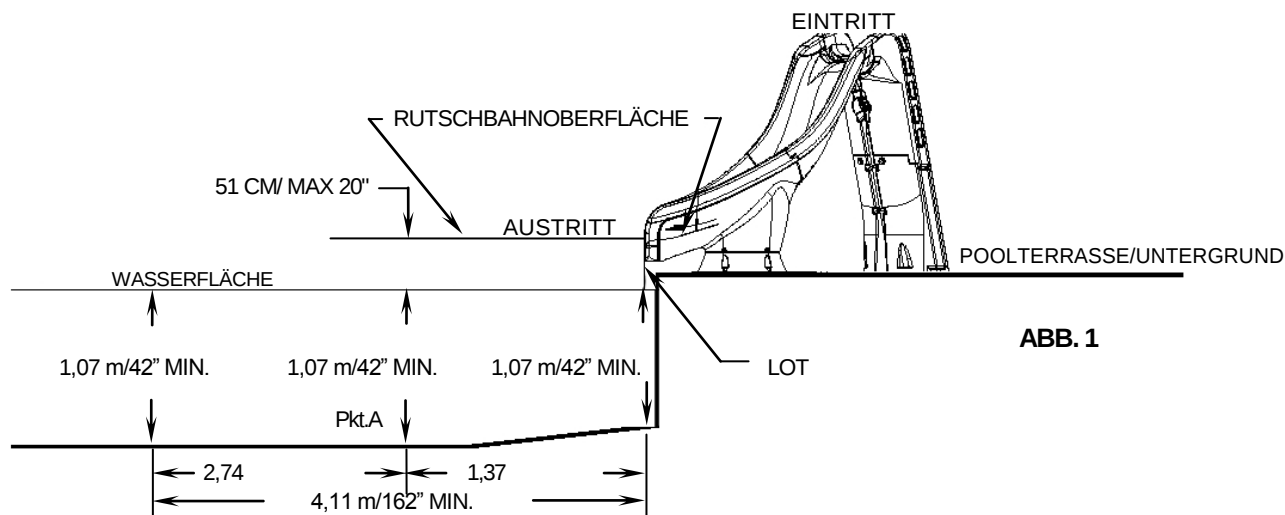

ABB. 1
Alle Abbildungen in diesem Benutzerhandbuch (**ABB. 1 bis 6**) dienen ausschließlich der Illustration und sind nicht MASSSTABGETREU.
1. Die für die Installation der Typhoon-Rutsche erforderlichen Abmessungsvoraussetzungen finden Sie in **ABB.1** & **2**.
- C. Die Mindestwassertiefe unter der Austrittsleiste der Rutsche beträgt einundneunzig Zentimeter (91 cm/36 Zoll) und steigt bei Punkt A auf einen Meter und sieben Zentimeter (1,07 m/42 Zoll). Punkt A befindet sich in einem Abstand von einem Meter und siebenunddreißig Zentimetern (1,37 m/54 Zoll) von der Austrittsleiste der Rutsche (siehe **ABB. 1**).
- D. Gemessen entlang der verlängerten Rutschbahnmittellinie muss von Punkt A aus bis zu einem Abstand von zwei Metern und vierundsiebzig Zentimetern (2,74 m/108 Zoll) eine Mindestwassertiefe von einem Meter und sieben Zentimetern (1,07 m/42 Zoll) eingehalten werden (siehe **ABB. 1**).
5. Überprüfen Sie regelmäßig die Position des Rutschenaustritts wie in **ABB. 1, 2 und 4** auf den Seiten 3 und 4 dargestellt.